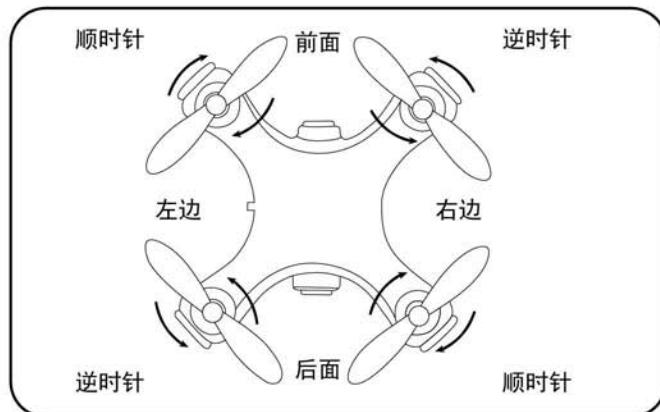

图1
6. 为了防止描述不清或者混乱，我们特意对飞行器的方位进行了定义。即飞行器尾部正对飞行员，飞行器头部朝飞行员的正前方。飞行员左手一侧为飞行器的左方，右手一侧为右方；飞行器头部为正前方，尾部为正后方；机身朝向天空的一方为上方，机身朝向地面的一方为下方。本说明书中，所有关于方位的描述，均以此定义为准。（如图1）